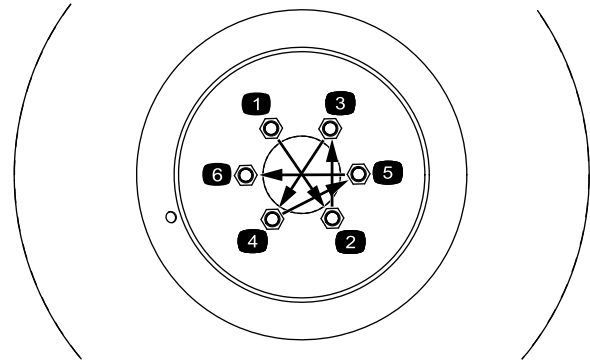

Bild 14
2. Montieren Sie die Vorderreifen mit den zuvor entfernten Radmutter. Ziehen Sie die Radmutter über Kreuz auf ein Drehmoment von 94 bis 122 N·m an (Bild 14).